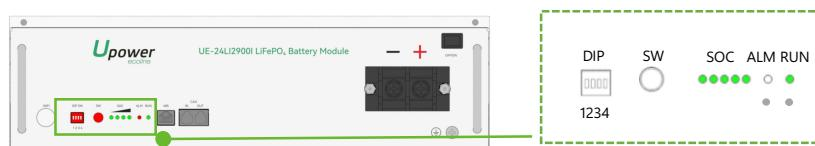

Figura 4-1
- Después del autodiagnóstico del indicador, el indicador RUN se iluminará y el indicador SOC se encenderá (estado 100% SOC en la Figura 4-1).